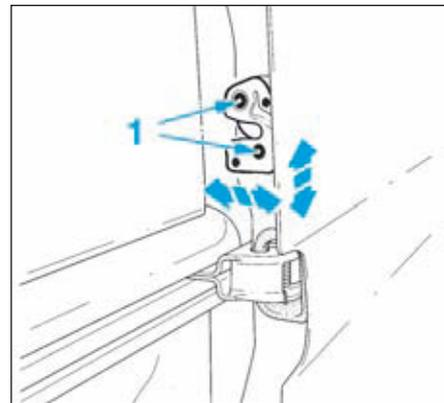

FIG.107
- Déposer les vis (1) (Fig.107) de la serrure centrale.